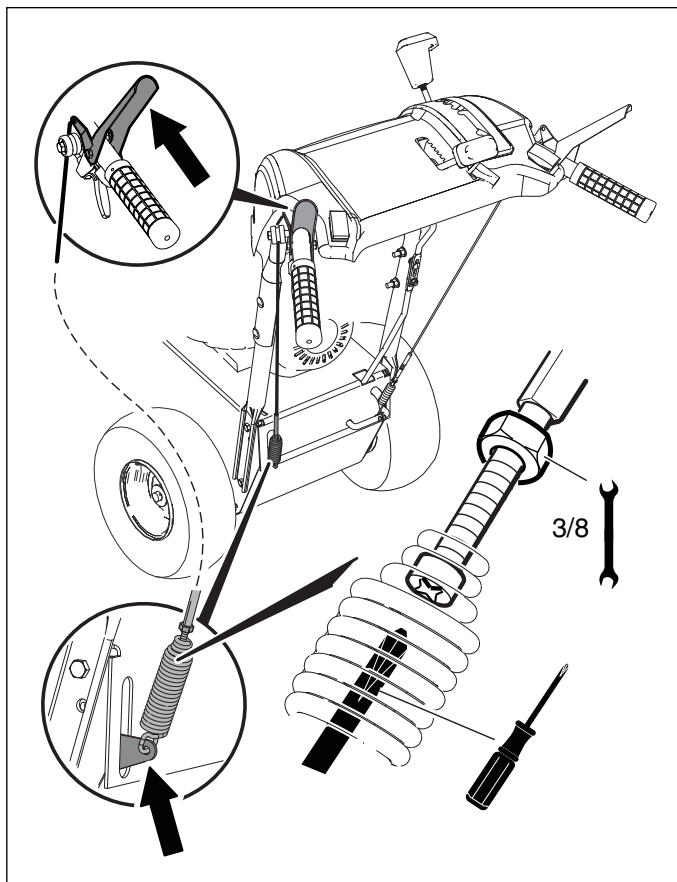

Figura 21. Tensione del comando della trazione
2. Per regolare la tensione del cavo, allentare i dadi esagonali di regolazione (Figura 21) facendo presa sui lati piani di regolazione. Ruotare la vite di regolazione.